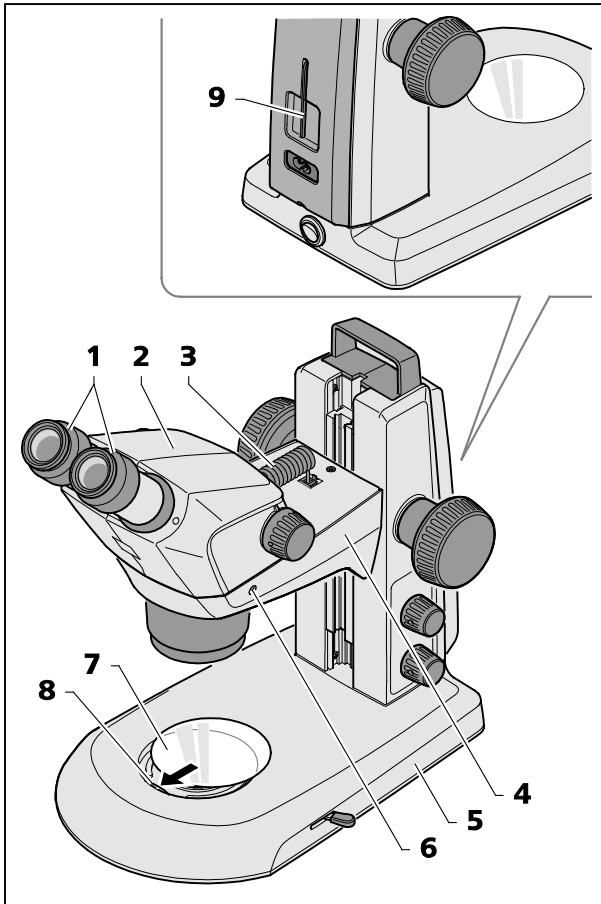

図 10 双眼実体顕微鏡の設置
- Stemi 305 本体 (図 10/2) をまだ取り付けしていない場合、これを Stemi キャリア (図 10/4) に挿入し、位置を調整し、固定ネジ (図 10/6) で固定します。
対応する六角棒レンチ (図 10/9) は機器背面のホルダーの中にあります。
- 2個の接眼レンズ (図 10/1) をまだ取り付けしていない場合、これらを接眼レンズホルダーに差し込みます。
- 同梱の接続ケーブル（図 10/3）を Stemi 本体のソケットと Stemi キャリアのソケットに差し込みます。
- ガラスプレートまたはプラスチックプレート（黒/白）（図 10/7）をスタンドベースのマウントにセットします。
この時、ガラスプレートまたはプラスチックプレート（黒/白）をスプリング（図 10/8）に押し付けてかみ合わせます。